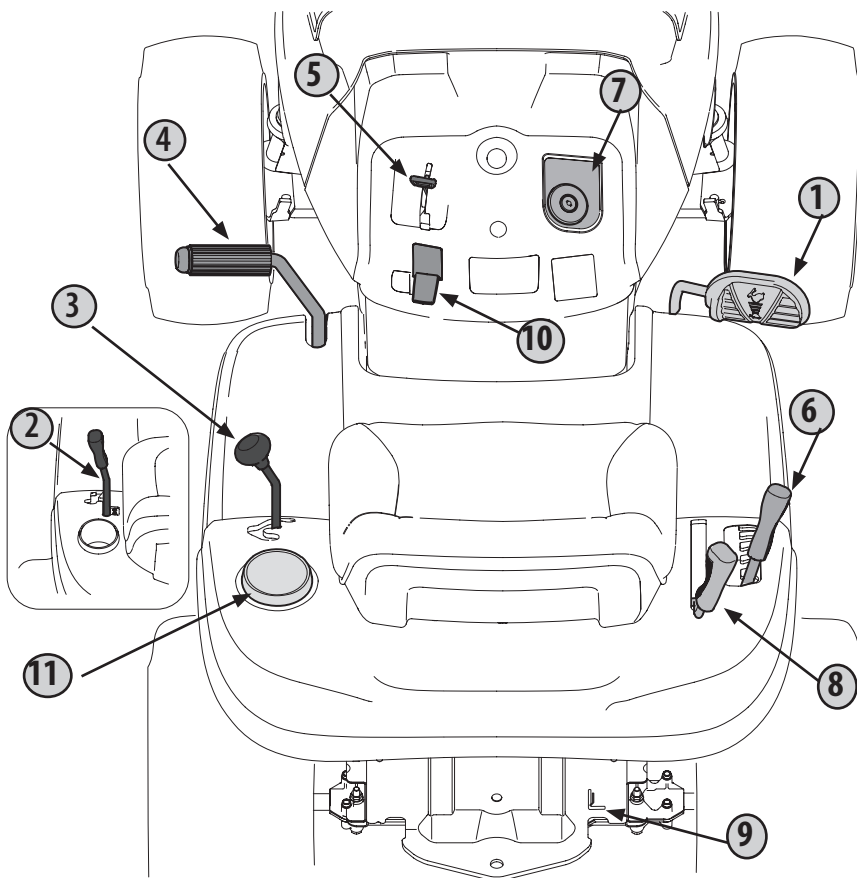

Figure 18
- Glissez le déflecteur d'éjection vers l'arrière de l'appareil jusqu'à ce que le trou du boulon sur le déflecteur d'éjection s'aligne avec le trou du plateau de coupe. Voir Figure 18.